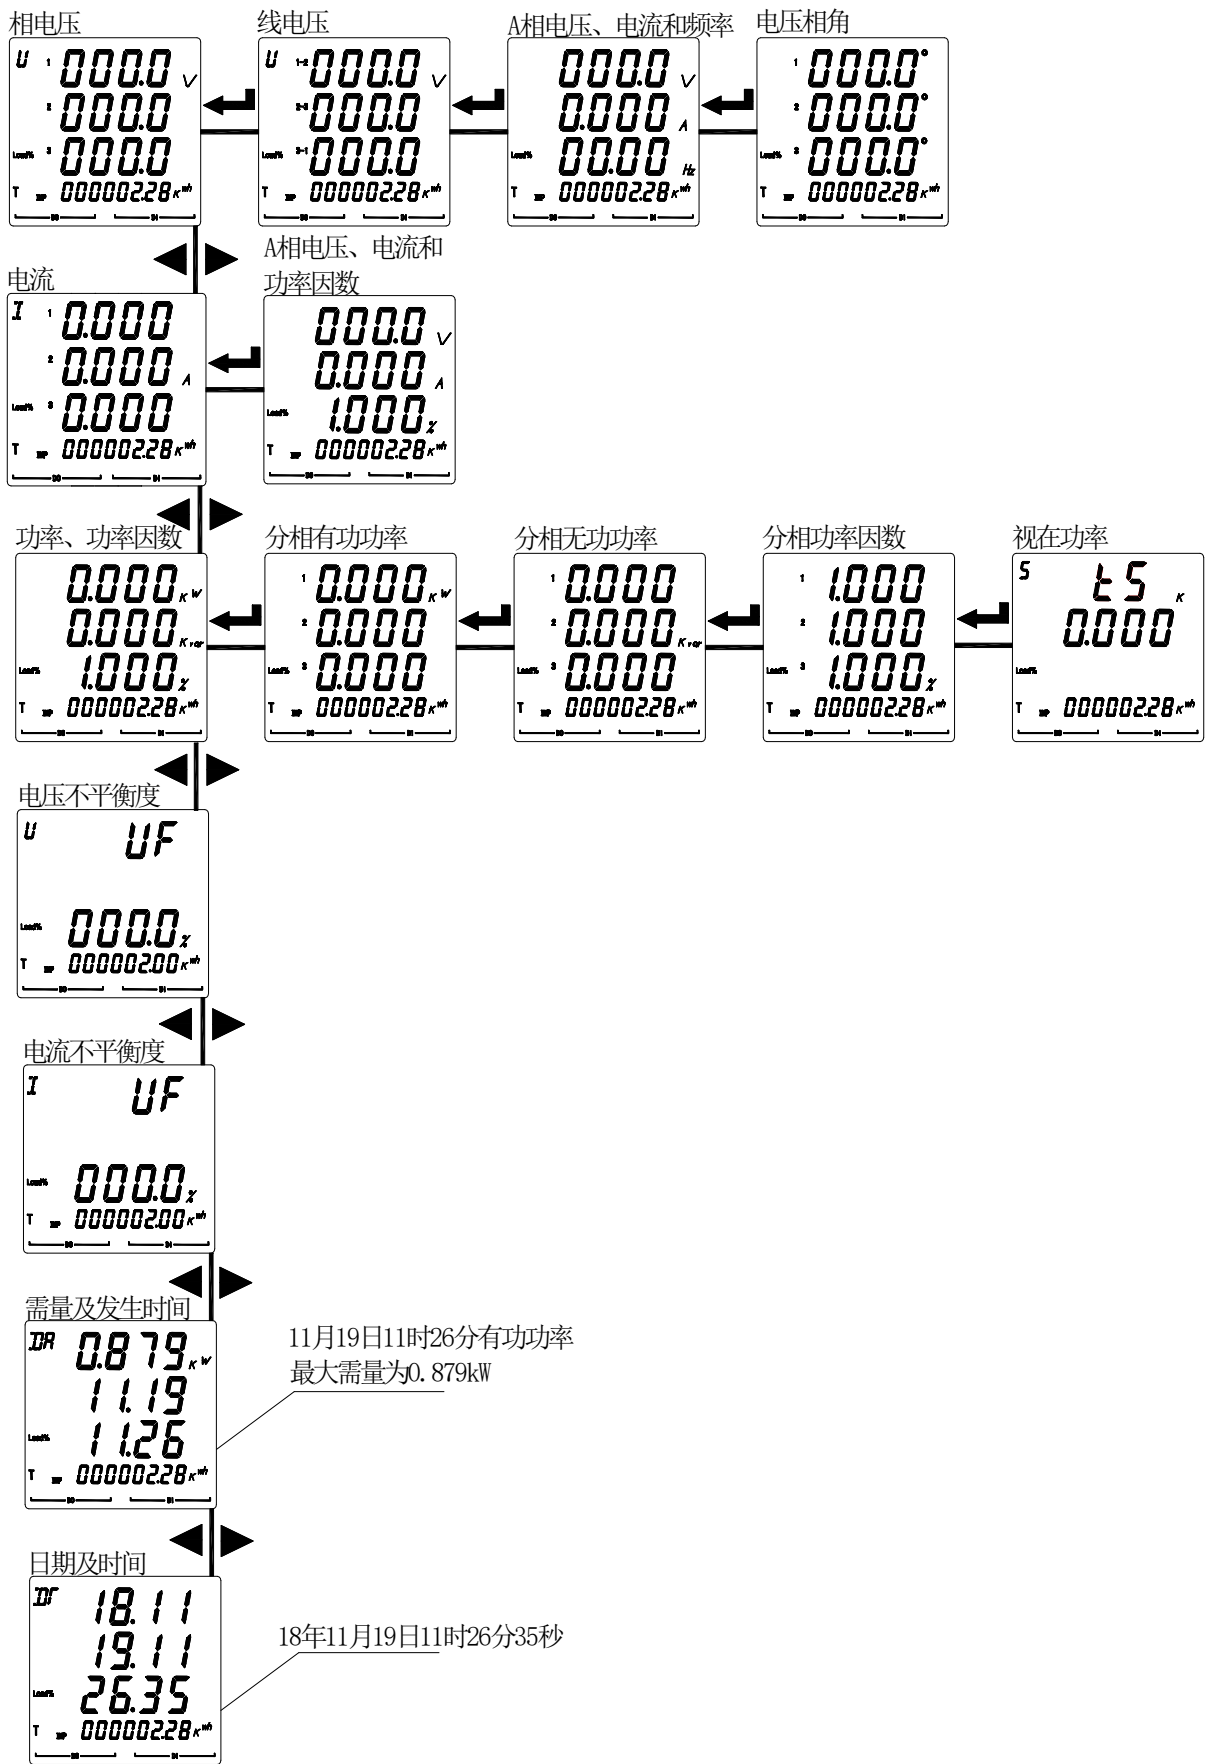

图 18
5.2.4 查看 DMY72L/96L 的电力参数步骤如图 18、19 所示